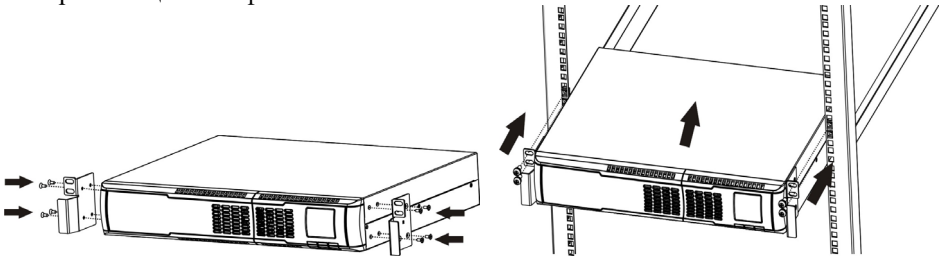

Рисунок 7 – Порядок установки ИБП и БМ в стандартный шкаф или стойку для телекоммуникационного оборудования шириной 19 дюймов
**7.1.3** Установку ИБП в шкаф следует производить при помощи монтажного комплекта МК21 (не входит в комплект поставки ИБП, и может быть приобретен дополнительно при заказе ИБП) в следующей последовательности (рисунок 7):